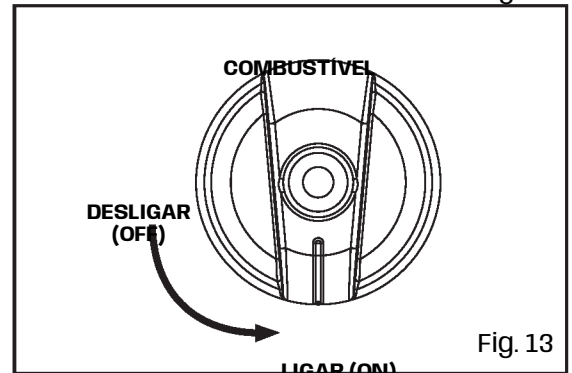

Fig. 13
2. Rode o botão do COMBUSTÍVEL (Fig. 13) para a posição "ON".